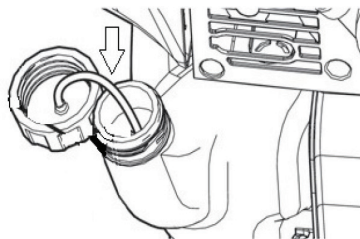

Рис. 10
• Медленно открутите крышку топливного бака (рис. 10).